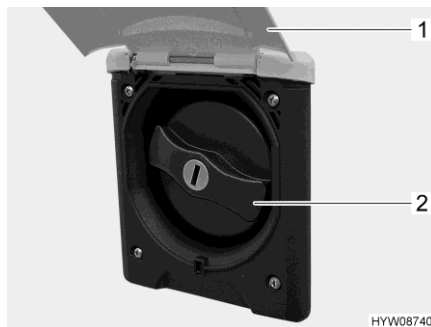

Fig. 104 Coperchio (bocchettone di riempimento dell'acqua potabile)
- Sollevare lo sportello esterno (Fig. 104,1).
- Ruotare il coperchio blu (Fig. 104,2) di un quarto di giro.